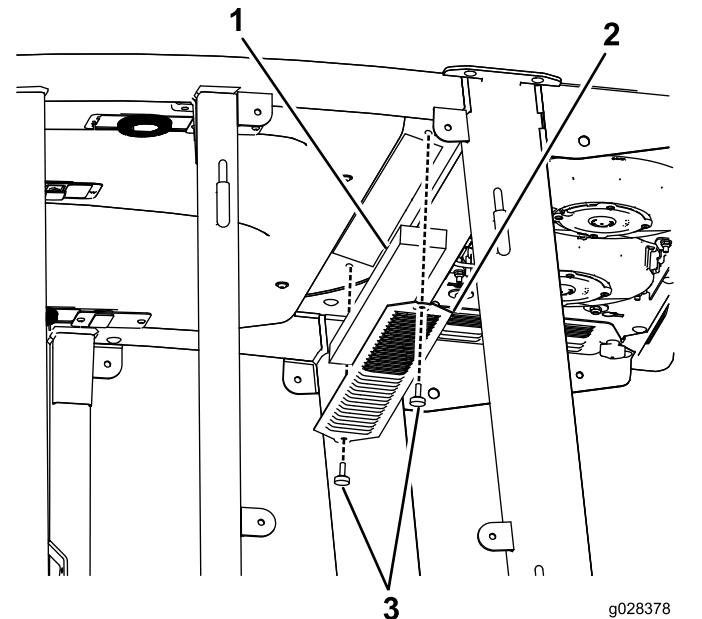

Bild 125
3. Nehmen Sie die 22 Schrauben ab, mit denen das Dach befestigt ist, um das Kabinendach von der Kabine abzunehmen (Bild 125).
4. Entfernen Sie die Luftfilter (Bild 125).
5. Entfernen und reinigen Sie die Klimaschlange (Bild 125).